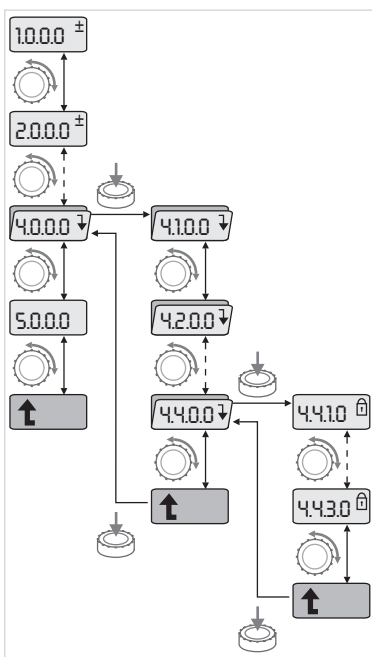

Fig. 31: Exemplo de navegação
- Realizar a navegação geral da seguinte forma (ver o exemplo da fig. 31):